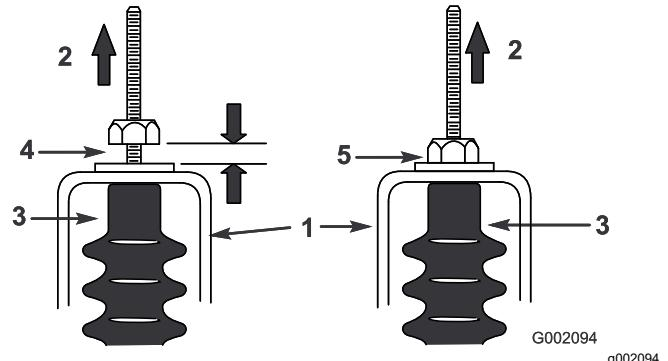

Figure 59
5. Tirez sur chaque câble d'inverseur et vérifiez qu'un espace de 0,76 à 1,52 mm (0,03 à 0,06 po) existe entre l'écrou/rondelle et la patte de réglage du point mort (Figure 59).